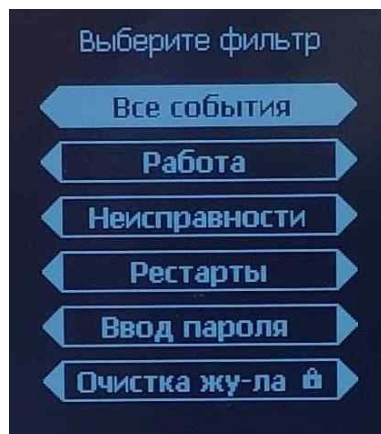

Рисунок 2 – Фільтр журналу подій
**1. «Журнал»** – розділ призначений для перегляду журналу подій. В журналі передбачений фільтр подій (див. рисунок 2). При виборі пункту «Всі події» виводяться всі записи журналу (див. рисунок 3).